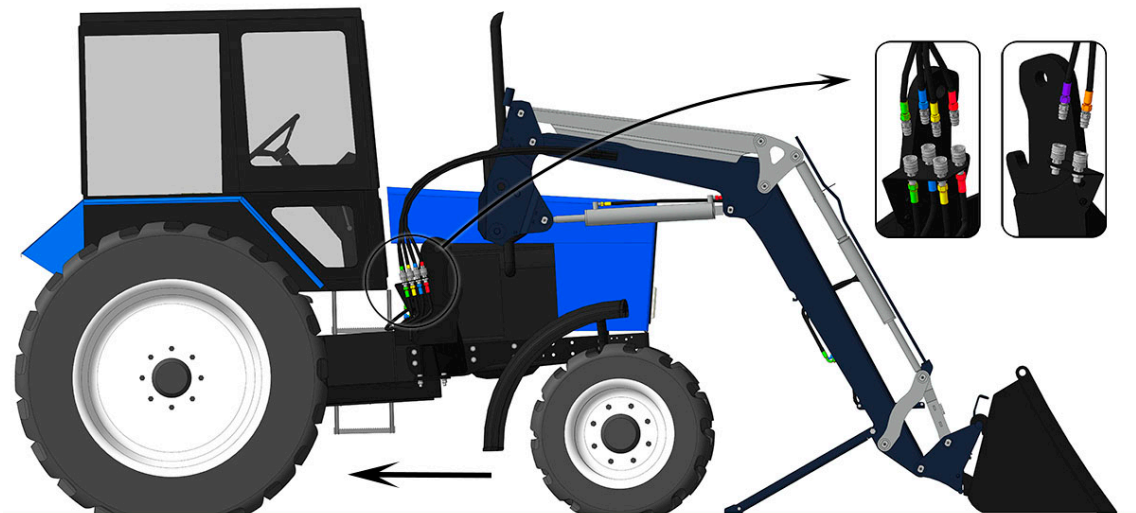

Рис. 2.7 – Отъезд трактора
- Отсоедините гидравлические БРС и плавно отъезжайте на тракторе от погрузчика (рис. 2.7).